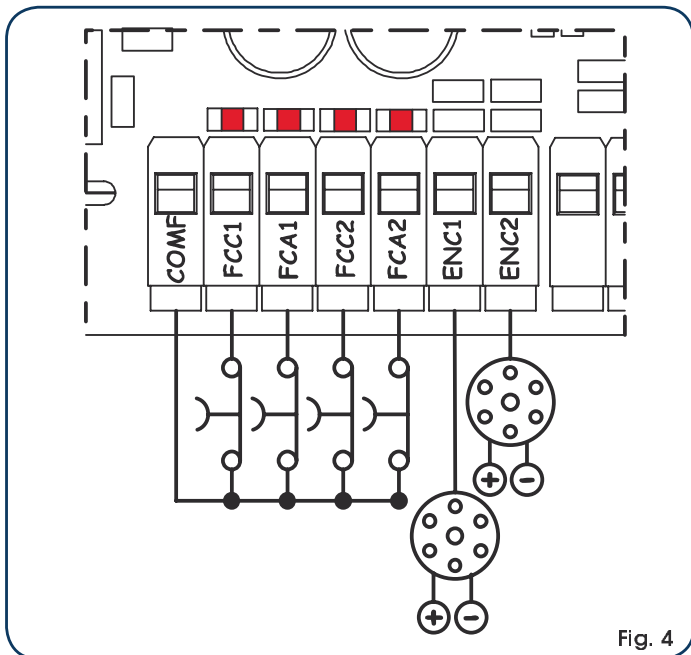

Fig. 4
5.3. KLEMMENBORD CN3 (Fig. 4)	pag.54